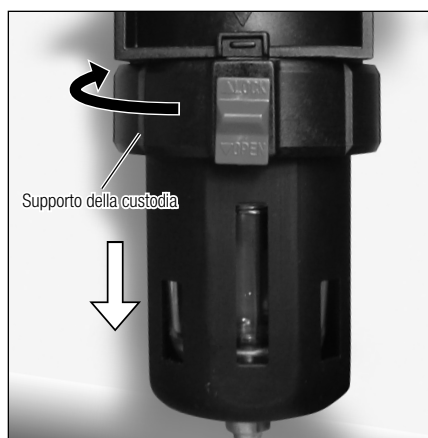

Fig. 34
- 5) Girare il supporto della custodia in senso orario e abbassarlo. Il supporto e la protezione della custodia possono ora essere rimossi (Fig. 34).